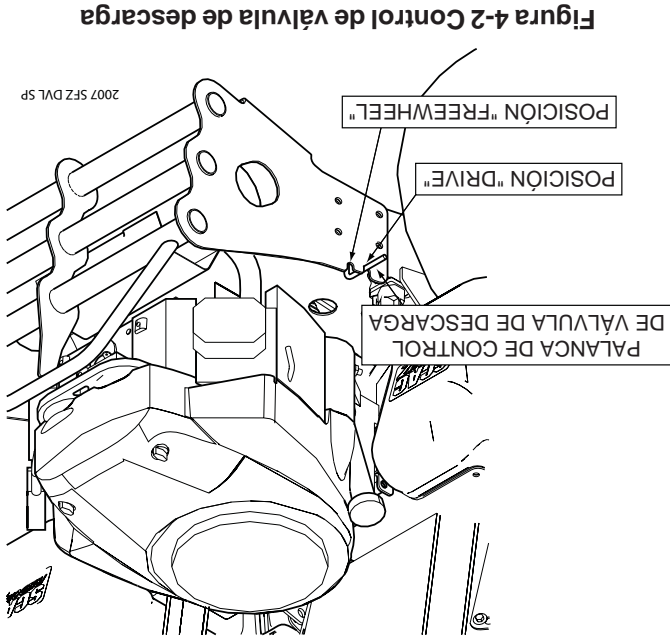

Figura 4-2 Control de válvula de descarga
11. **Palancas de control de la válvula de descarga (Figura 4-2).** Ubicadas en los lados izquierdo y derecho del parachoques posterior, se usan para hacer "rodar libremente" el cortacésped. El giro de las palancas hacia adelante, hasta llegar a la muesca, permite que la unidad se mueva con potencia hidráulica. El giro de las palancas hacia atrás, hasta llegar a la muesca, permite que el cortacésped se mueva a mano (rueda libremente).